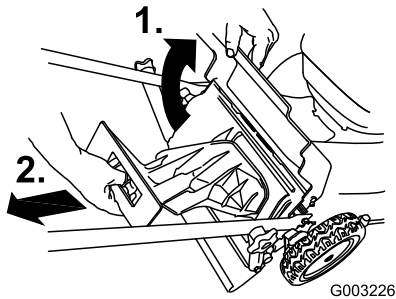

Bild 34
1. Heben Sie die hintere Klappe an und halten Sie sie hoch (Bild 34).
2. Nehmen Sie die Heckauswurfklappe ab (Bild 34).